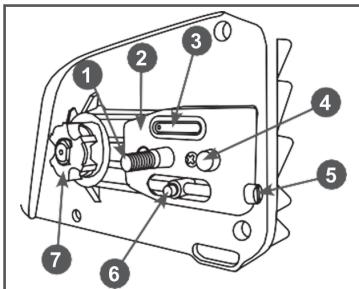

Рис. 3 Снятие крышки шины
- Вращая винт 5 механизма натяжения цепи против часовой стрелки переместите палец 6 в заднее положение, ближе к ведущей звездочке 7 (Рис. 3).
Для удаления провисания цепи вращайте винт 5 (Рис.3) механизма натяжения цепи по часовой стрелке. Для ослабления натяжения – в обратную сторону. После регулировки натяжения цепи затяните гайку крепления крышки, не прилагая при этом чрезмерных усилий.